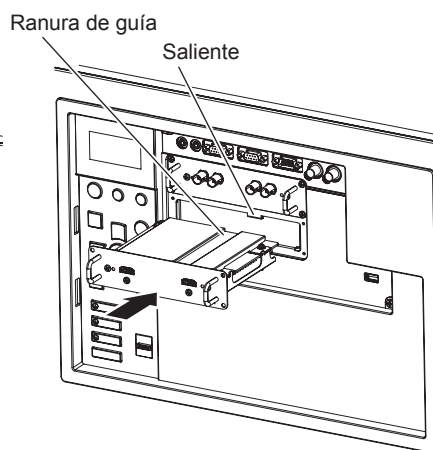

Figura 2
2) Instale la tarjeta de interfaz en el proyector. (Figura 2)